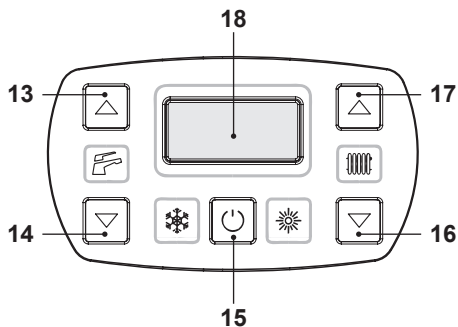
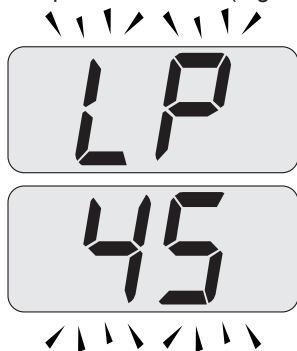

Figura 7.2
Figura 7.4
- Entrare in "modalità programmazione" premendo contemporaneamente per 10 secondi i tasti 15 - 16 - 17 (Figura 7.2) fino a far apparire sul display LCD le lettere **Pr** che si alternano con il codice **01**, indicanti l'entrata nel "parametro 01" (Figura 7.3).
- Premere contemporaneamente i tasti 16 e 17 (Figura 7.2) fino a far apparire sul display LCD le lettere **LP** che si alternano con il valore di temperatura dell'acqua di riscaldamento (es. **45**), indicanti l'entrata nell'attivazione della "funzione spazzacamino" alla potenza minima (Figura 7.4).
- Premere il tasto 16 (Figura 7.2) fino a far apparire sul display LCD le lettere **LP** che si alternano con il valore di temperatura dell'acqua di riscaldamento (es. **60**), indicatori l'entrata nell'attivazione della "funzione spazzacamino" alla potenza minima in sanitario (Figura 7.7).
- Spegner la caldaia tenendo premuto per 2 secondi il tasto 15 (Figura 7.2) fino a far